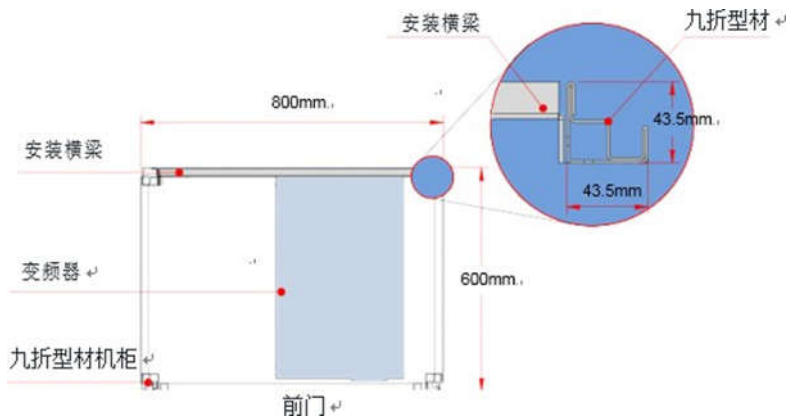

图 4-6 XLP7000 55~500kW 各类机型的机柜俯视图
- (1) 建议机柜柜体采用九折型材机柜（PS 机柜），九折型材截面如放大图如图 4-6 所示。